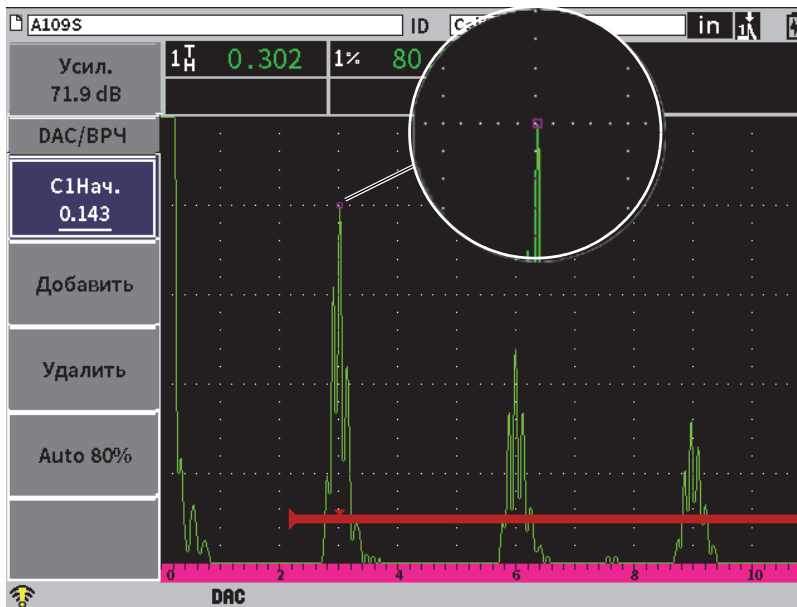

Рис. 11-4 Первая точка DAC
2. Нажмите клавишу Tab, чтобы выделить **Добавить**, затем нажмите клавишу Enter, чтобы добавить первую точку (см. Рис. 11-4 на стр 182).